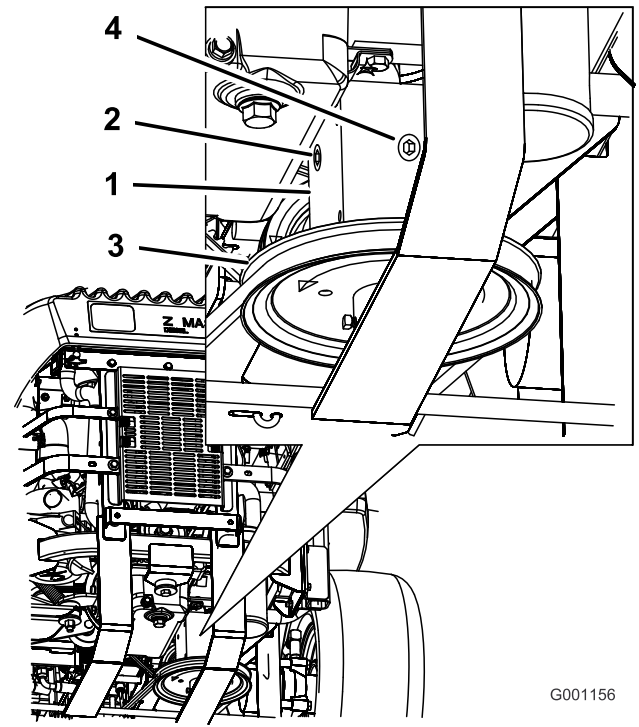

Figura 79
- Retire el tapón lateral o trasero de la caja de engranajes (Figura 79).